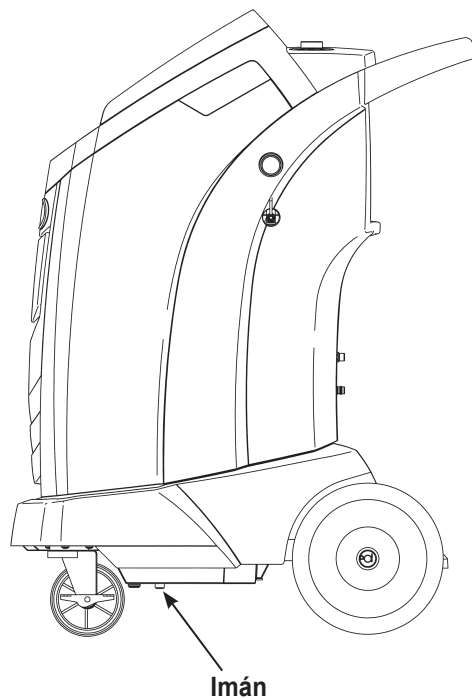

Figura 9
1. Consulte la Figura 9, y verifique que el imán en la parte inferior de la máquina esté limpio..